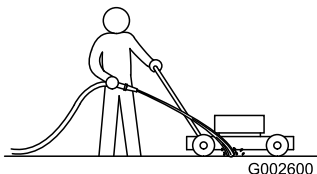

Рисунок 30
1. Установите газонокосилку на ровную поверхность с твердым покрытием, и при работающем двигателе направьте струю воды на пространство перед **правым** задним колесом (Рисунок 30).